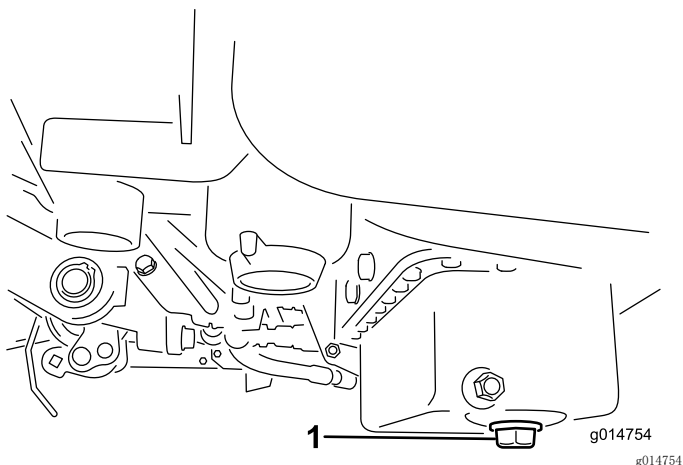

图28
1. 拆下排油塞、让油流入放油盘。油不再流时、安装排油塞（图28）。